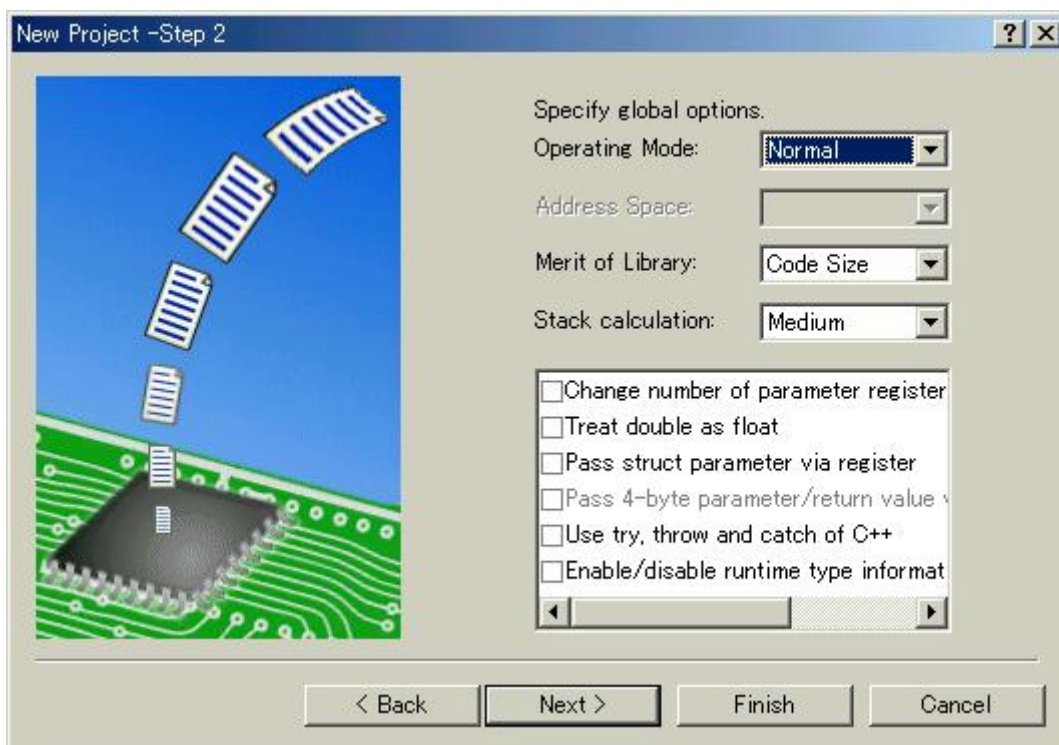

図 2.3 オプション設定画面 ( Step2 )
Step1画面で [ Next > ] をクリックすると、図 2.3に示す画面を表示します。この画面で、全プロジェクトファイルで共通のオプションを設定します。オプション設定項目は、Step1画面で選択したCPUシリーズに合わせて設定変更ができるようになっています。また、プロジェクト作成後にオプションを変更する場合は、HEWの[オプション -> Hitachi H8S,H8/300 Standard Toolchain...]のCPUページで変更できます。